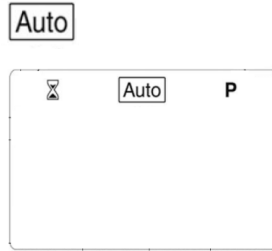

Fig. 17
- 1) Apăsați tasta (▶), până când va fi evidențiat printr-un chenar simbolul funcționării în modul automat, ca în Fig. 17;